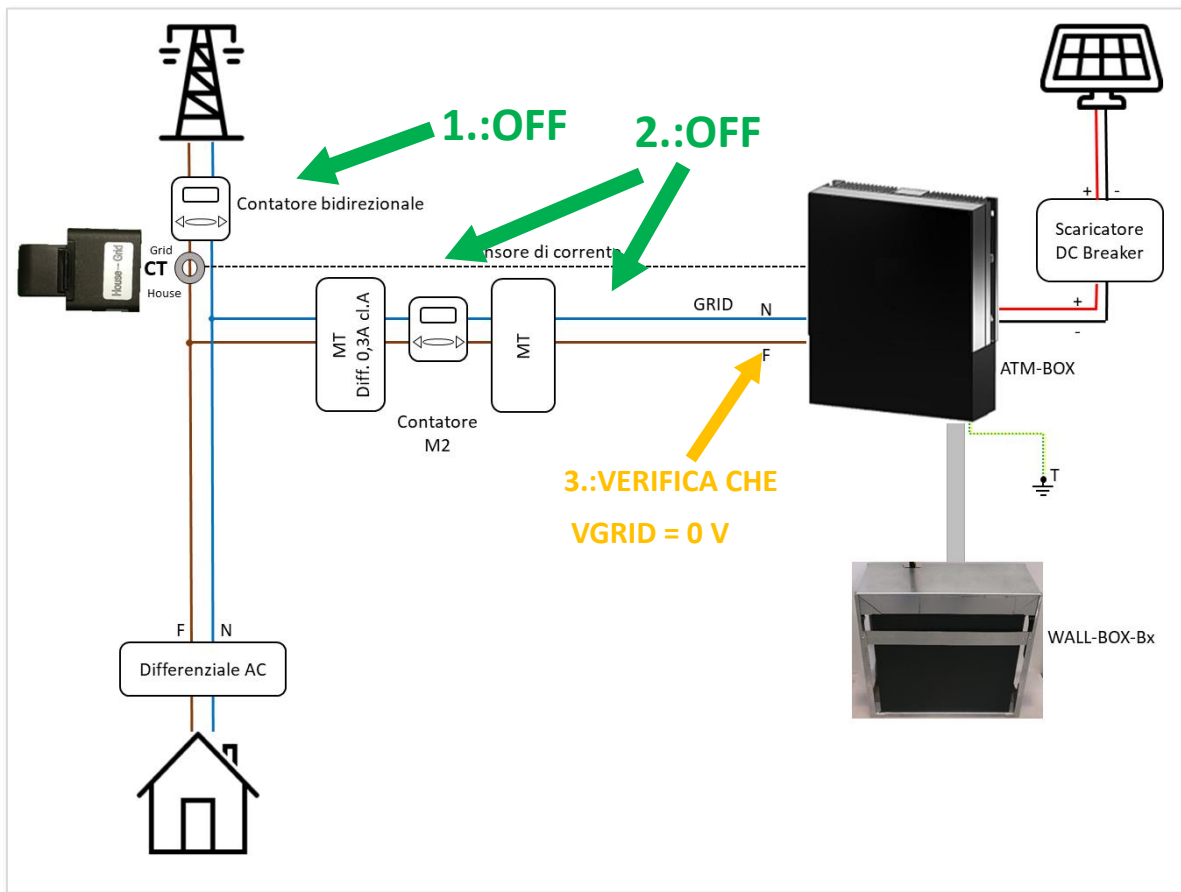

Figura 55 - Collegamento linea GRID
3. Verificare con un tester l'effettiva mancanza di alimentazione in loco e la mancanza di tensione ai capi dei cavi GRID (Figura 55).